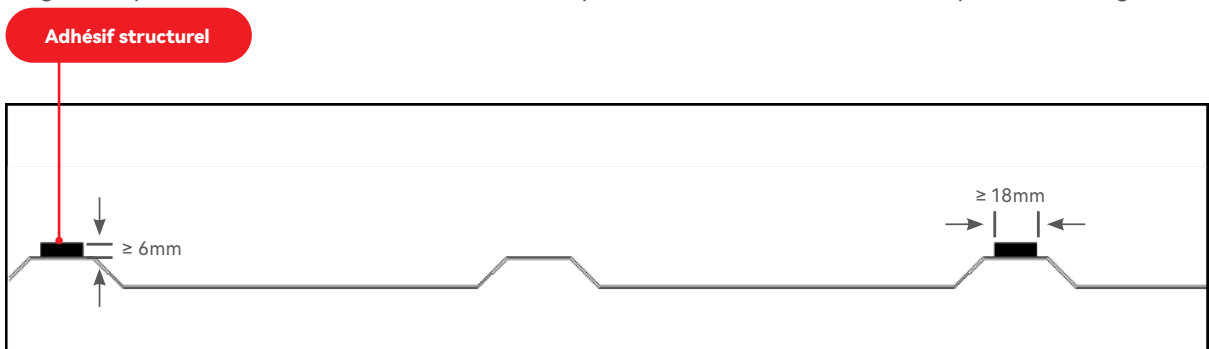

FIGURE 4
③ La section transversale de l'adhésif structurel doit être de forme semi-circulaire avec une largeur supérieure à 18 mm et une hauteur supérieure à 6 mm (comme indiqué dans la figure 4).